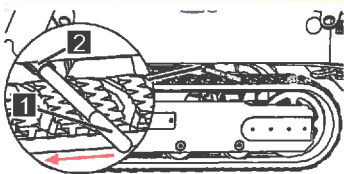

Abb. 131
5. Handhebel (Abb.131/1) in die Verriegelung (Abb.131/2) stecken.
6. Die Verriegelung durch Drücken des Handhebels (Abb.131/1) in Pfeilrichtung lösen.